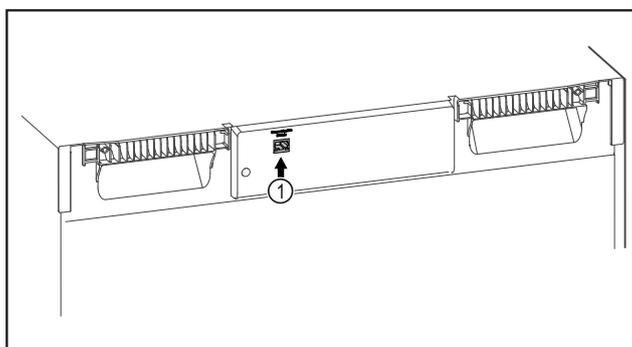

Fig. 105
- SmartModule Fig. 105 (1) inserito.